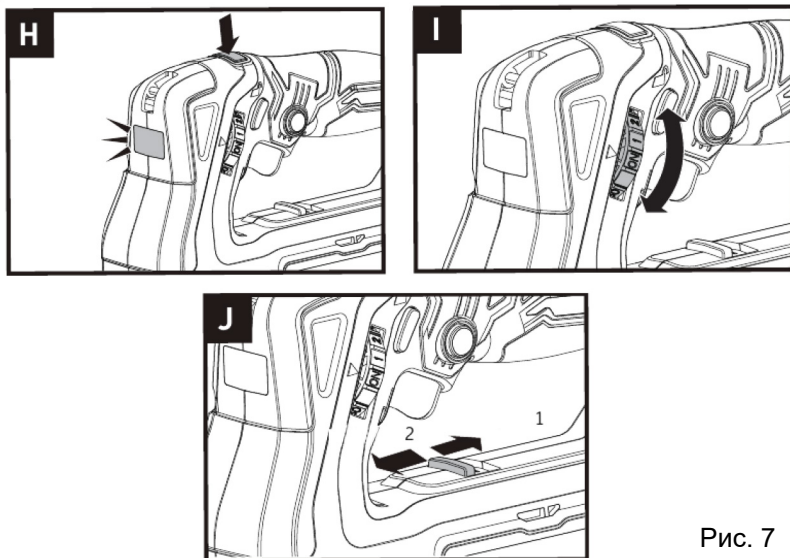

Рис. 7
• Для включения подсветки нажмите кнопку подсветки. Повторное нажатие выключает подсветку. Если изделие не используется около 5 минут при остановленном двигателе, подсветка автоматически выключается (H Рис. 7).
• Регулятор дозирования позволяет ограничивать количество подаваемой смазки (I Рис. 7). При каждом новом нажатии кнопки включения / выключения установленное количество подачи отсчитывается заново.
• Переключатель скоростных режимов имеет два положения (J Рис. 7): режим «1» - меньшая производительность при более высоком давлении; режим «2» - большая производительность при меньшем давлении.